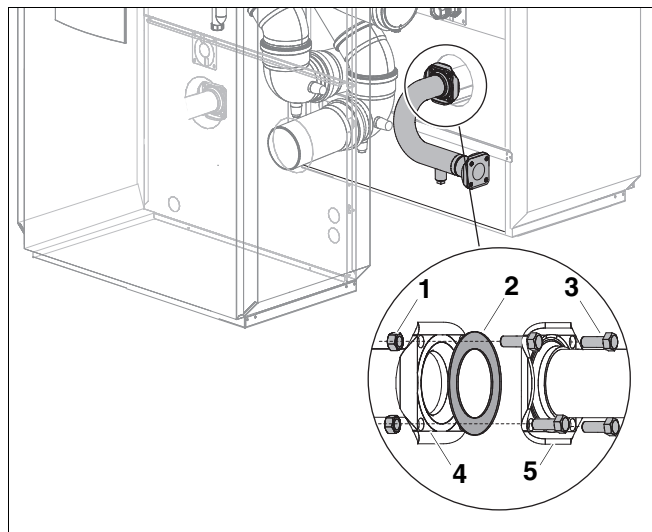

Fig. 9 Montaggio del collegamento di ritorno sulla prima caldaia
- Disporre la guarnizione (fig. 9, [2]) sull'attacco di ritorno della caldaia.
- Avvitare a fondo manualmente la flangia del tubo di ritorno (fig. 9, [5]) sulla flangia del ritorno (fig. 9, [4]) della caldaia servendosi di quattro viti (fig. 9, [3]) e dadi (fig. 9, [1]).